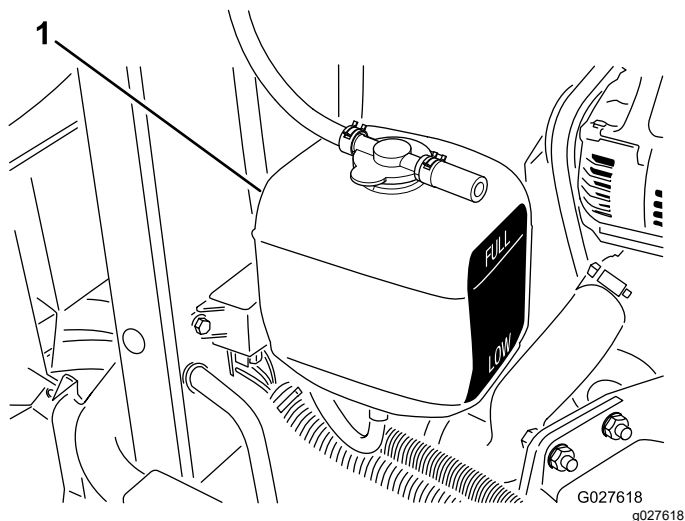

Bild 73
3. Prüfen Sie den Kühlmittelstand im Ausdehnungstank (Bild 73).